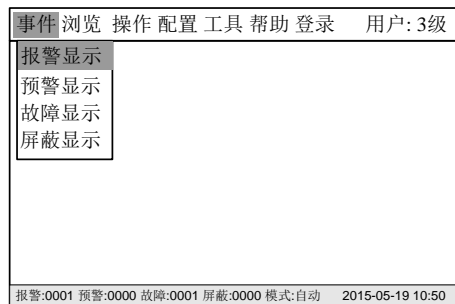

图 26-1
1. 按“菜单”键进入主菜单 (图 26-1)。主菜单显示。